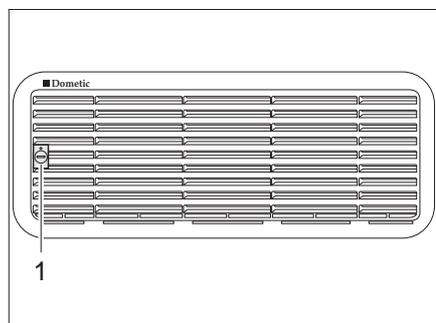
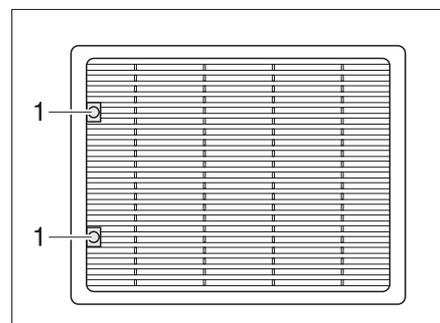

Bild 227 Kühlschrank-Lüftungsgitter (Dometic klein)
Bild 228 Kühlschrank-Lüftungsgitter (Dometic groß)
- Schraube (Bild 227,1 bzw. Bild 228,1) mit Hilfe einer Münze eine viertel Umdrehung drehen.